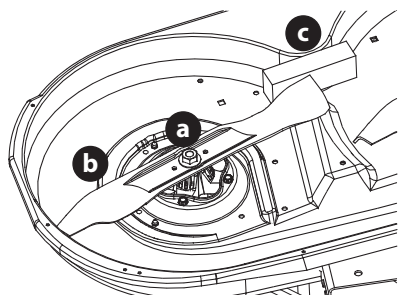

Figure 50
- Placer un cale en bois (c) entre le carter du plateau de coupe et le tranchant de la lame (b) pour aider à débloquer l'écrou hexagonal (a) qui fixe la lame (b). Utilisez une clé de 15/16 po pour desserrer l'écrou hexagonal (a). (Figure 50).